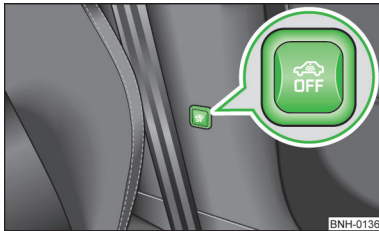

Abb. 17
- Die Symboltaste  » Abb. 17 an der B-Säule auf der Fahrerseite drücken. In der Taste ändert sich die Beleuchtung des Symbols  von rot auf orange.